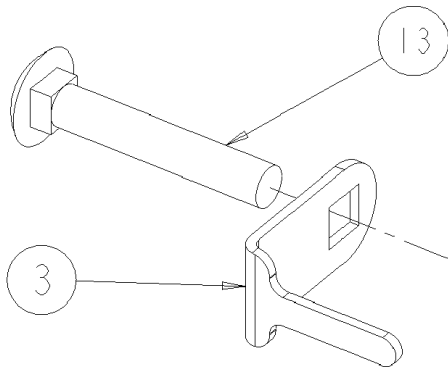

Figure 2a. Glisser l'agrafe anti rotation sur le boulon de carrosserie.
2. Assembler les agrafes anti rotation sur les boulons de carrosserie. Glisser l'agrafe anti rotation [3] sur la tige carrée correspondante au boulon de carrosserie [13], comme montré aux Figures 2a et 2b. Installer ces pièces dans les barres omnibus de l'intérieur, comme montré à la Figure 2c.